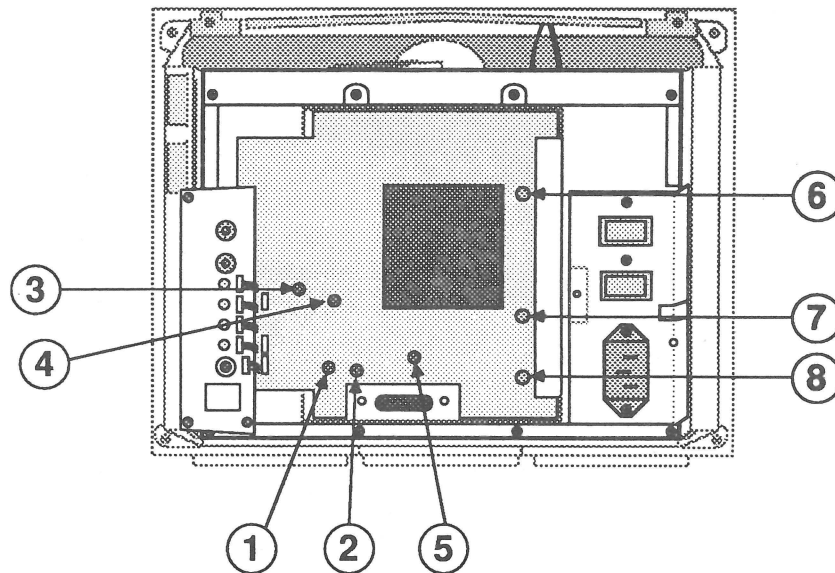

FIGURE 2
- SUB-BRIGHTNESS (Figure 2, #1)
- SUBCONTRAST (Figure 2, #2)
- RED DRIVE (Figure 2, #3)
- GREEN DRIVE (Figure 2, #4)
- BLUE DRIVE (Figure 2, #5)
- BLUE BACKGROUND or BLUE BIAS (Figure 2, #6)
- GREEN BACKGROUND or GREEN BIAS (Figure 2, #7)
- RED BACKGROUND or RED BIAS (Figure 2, #8)